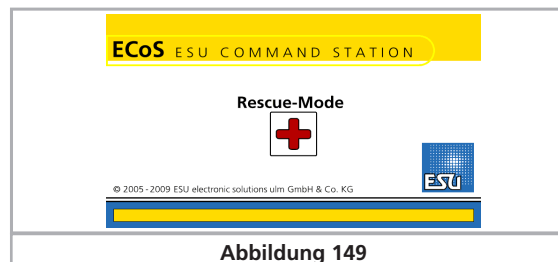

Abbildung 149
Wenn Sie den Bildschirm aus Abb. 149 sehen, ist das Rescue-System aktiv. Sie können nun über das Webinterface beginnen, die Betriebssoftware neu zu installieren. Sie können die IP-Einstellungen hierbei beeinflussen.
- Bitte halten Sie diese Tasten bis zum Hochstarten der Zentrale (Bildschirm Abb. 149 erscheint) gedrückt.